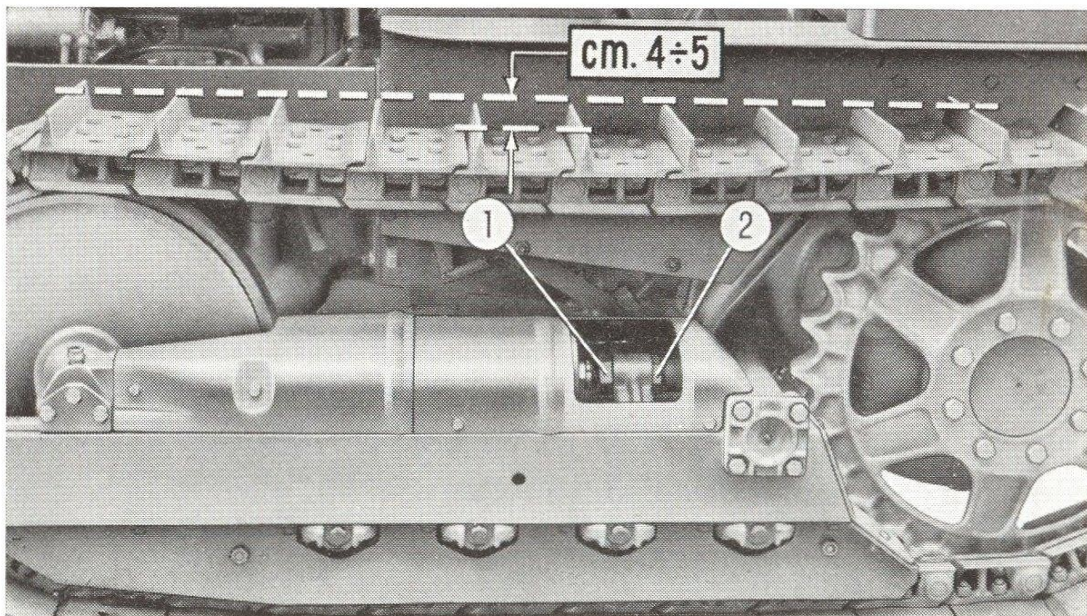

Fig. 13. - Réglage de la tension des chenilles.
**Réglage des chenilles** (opération n. 29 de la planche): quand le fléchissement des chaînes, mesuré au centre du brin supérieur, dépasse 4-5 cm réglez-la en procédant comme suit (voir fig. 13):